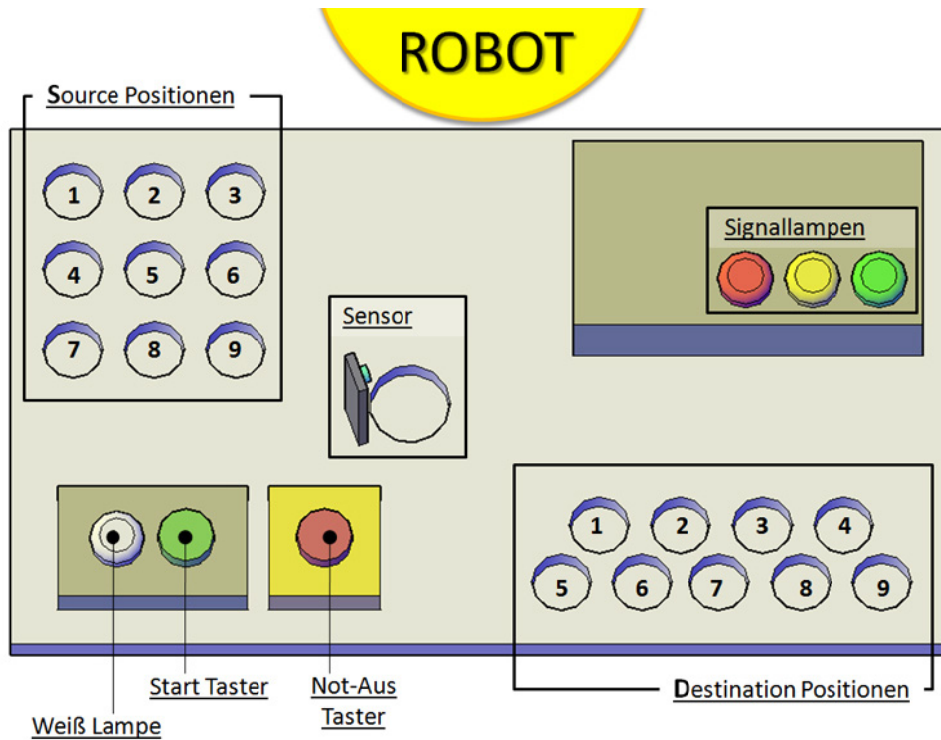

Bild 1
- einem Bedienerfeld mit einem NOT-AUS-Schalter, einem Start-Taster und einer weißen Signallampe (siehe Bild 1)